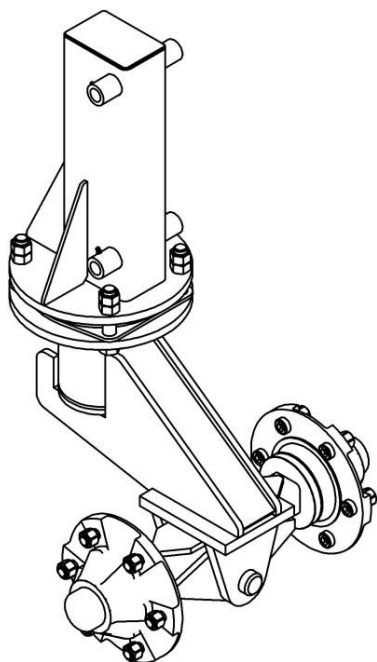
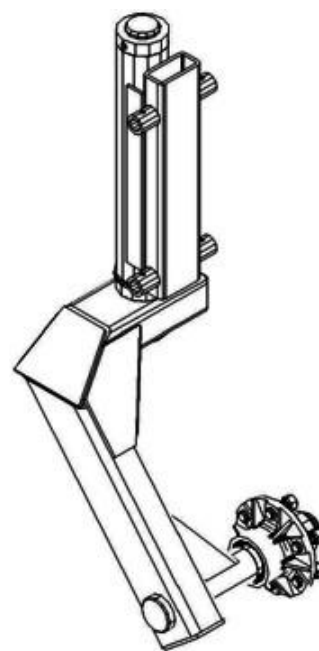

Рис. 4.4.3. Узел жёсткого двойного колеса нового образца
Рис. 4.4.4. Узел жёсткого одинарного колеса
**Внимание!** С 2018 года на центральной раме устанавливаются передние стойки нового образца со ступицами Q60 (рис. 4.4.3). Кроме ПК-6,1 - одинарные(рис. 4.4.4).
*Примечание.* Узлы одинарного жесткого колеса (одинарные передние подвески) устанавливаются на ПК-6,1 и ПК-6,1К на центральной и крыловых рамах, а на ПК-8,5 только на крыловых рамах (рис. 4.4.3).